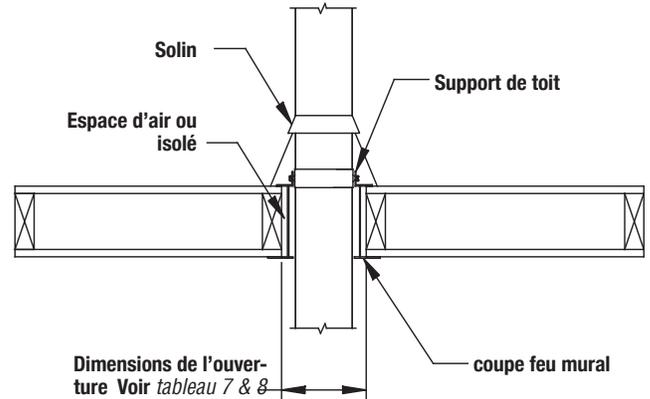

Figure 9 - Pénétration de toit
3. Installer le coupe-feu mural. Vous pouvez couper le cylindre coupe radiation si celle-ci est trop longue. Voir *figure 9*.